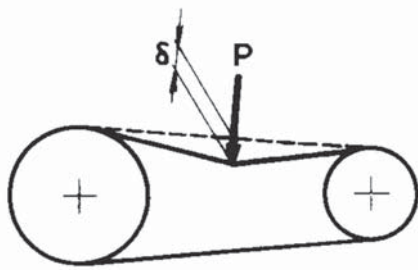

図1
- (1) ベルトカバーを外す。
- (2) モータの締結ネジをゆるめる。
- (3) モータをプロワ側へ十分に寄せ、旧ベルトを取外す。
- (4) 新ベルトを取付ける。(ベルトはマッチドセットをおすすめします。)
- (5) モータベースの調整ボルトにより、モータをベルト引張方向へ移動させ、プロワプーリとモータプーリの側面に定規をあて面芯を出しながら、**図1**と**表1**を参考にして張り調整をする。
- (6) モータの締結ネジを締めて、モータを固定する。
- (7) ベルトカバーを取付ける。